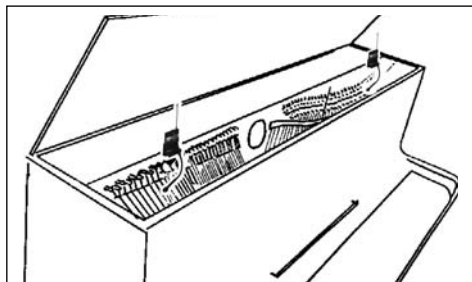

Fig. 6: Toma del piano con dos C 519
1. Fije un micrófono en el bastidor tensor en la zona de las cuerdas graves con el clip. Véase Fig. 6